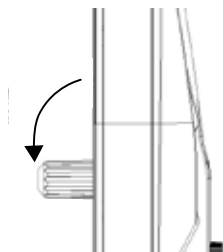

Fig6
1. Inclinez le support de la cartouche de CO₂, qui se trouve dans le couvercle, de 90° maximum vers le bas et dévissez le boîtier (fig. 6).